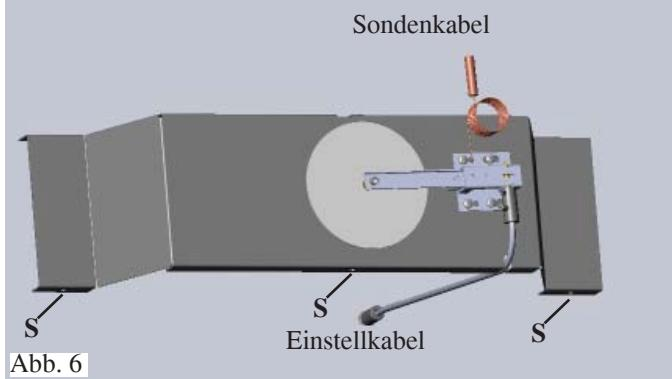

Abb. 6
- Das bereits zusammengebaute Thermostatventil auf der Befestigungsplatte installieren (Abb. 6 - S. 91).